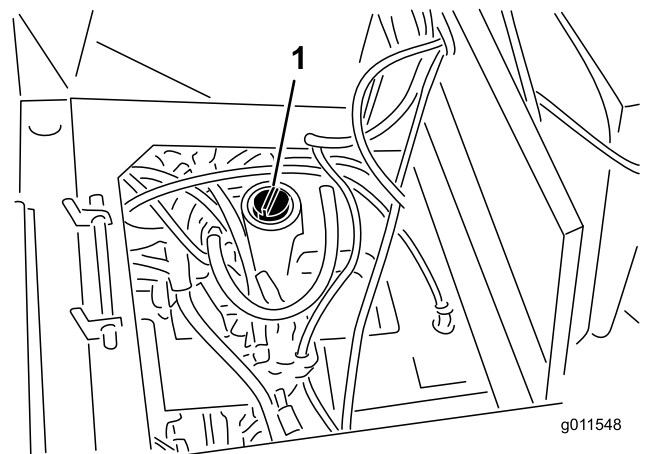

Bild 12
3. Reinigen Sie den Bereich um den Einfüllstutzen und den Deckel des Hydraulikölbehälters (Bild 12). Drehen Sie den Deckel vom Einfüllstutzen ab.